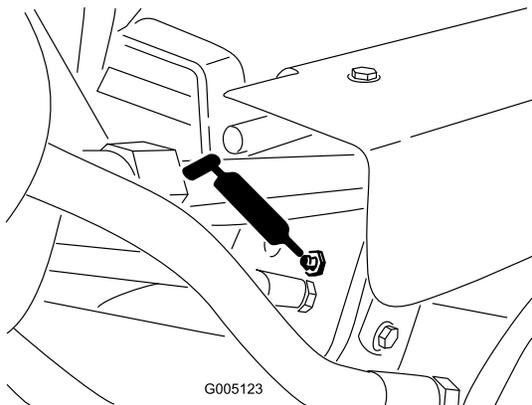

Рисунок 33
- Подъемные цилиндры (3 шт.) (Рисунок 33)